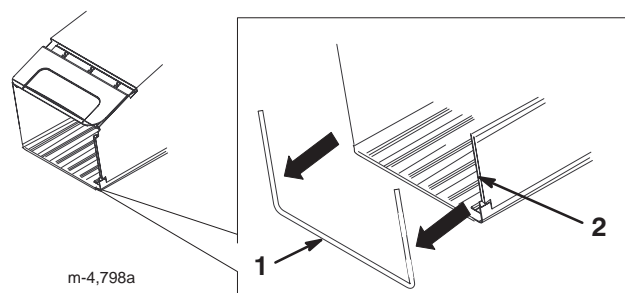

Figura 5
1. Conecte los dos canales laterales de la bolsa de recortes al bastidor, según muestra la Figura 5.